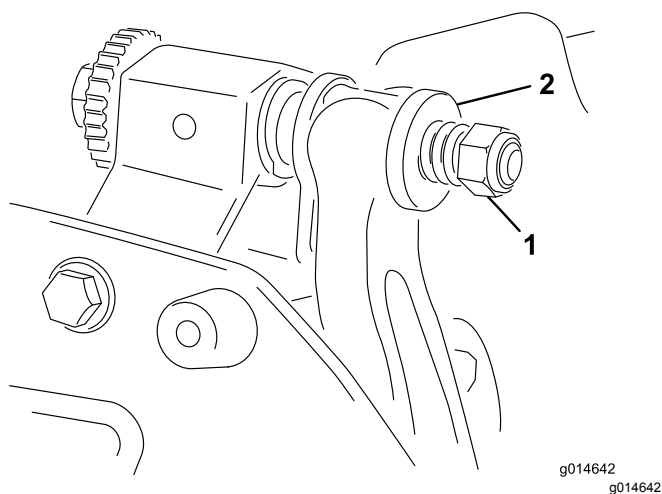

Figura 27
5. Serrate il dado di tensionamento della molla finché questa non è a riposo, quindi allentatelo di mezzo giro (Figura 27).